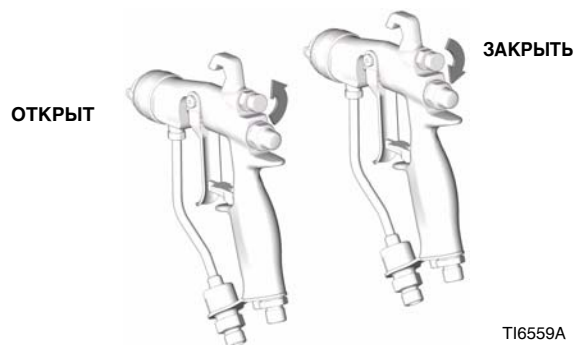

Рис. 14
4. Перекройте подачу воздуха, регулируя факел, поворачивая регулятор по часовой стрелке до конца. Смотрите Рис. 14. На пистолете будет установлена максимальная ширина факела.
Для того чтобы сузить факел распыла, поверните регулятор против часовой стрелки. Смотрите Рис. 14. Если ширина факела все еще недостаточно узкая, медленно увеличивайте давление воздуха или используйте распылительный наконечник другого размера. (Отсутствует для пистолетов с наконечниками RAC).